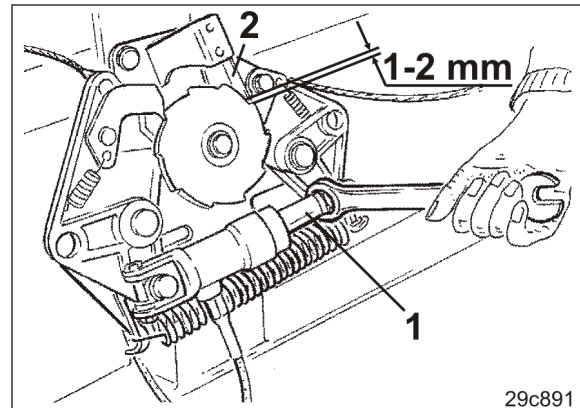

Рис. 237
3. Вилковим гайковим ключем повертайте поршень (Рис. 237/1) гідроциліндра, поки пластинчаста пружина (Рис. 237/2) на механізмі автоматичного перемикавання не зафіксується з клапаном і поки між пластинчастою пружиною і зубом не встановиться зазор 1 – 2 мм.